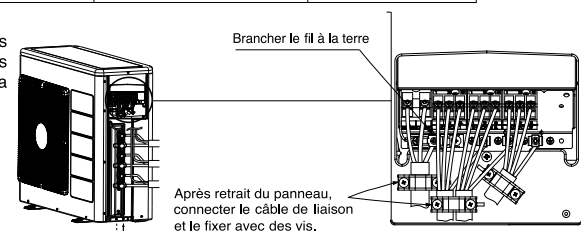

Fig. 1-3
- (2) Brancher le câble de raccordements et le cordon d'alimentation à la plaquette de connexion. (Fig. 1-3)
- (3) Immobiliser solidement les câbles de raccordement et le cordon d'alimentation avec l'attache en acier. (Fig. 1-3)